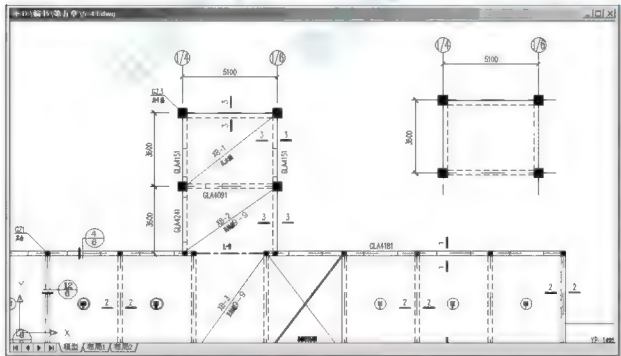

图 5.50 复制并修整图形
(3) 在**指定基点或 [位移 (D)] < 位移 >**：提示下，在 XB-1 内部任意单击一点作为复制基点。
(4) 在**指定基点或 [位移 (D)] < 位移 >**：指定第二个点或 < 使用第一个点作为位移 >：提示下，将图形放到标准层结构布置平面图的上空空白处。
(5) 将上面复制出的图形修整至如图 5.50 所示的状态。